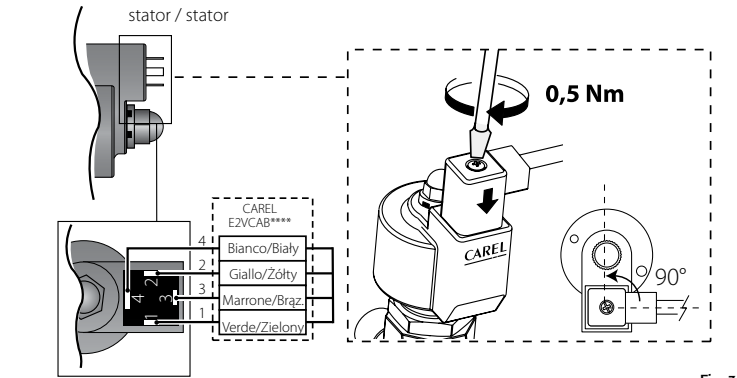

Fig. 3
4. podłączyć wstępnie okablowane złącze do gniazda w silniku krokowym i dokręcić śrubę (moment dokręcania 0,5 Nm) zgodnie z instrukcjami na rys. 3. podłączyć czteropinową końcówkę kabla do odpowiednich zacisków sterownika EVD*** firmy CAREL lub sterownika zatwierdzonego przez CAREL i ustawić parametry zgodnie z poniższą tabelą.
4. connect the pre-wired connector to the socket on the stepper motor and tighten the screw tightening torque 0,5 Nm following the instructions in Fig. 3. Connect the four-pin end of the cable to the corresponding terminals on the CAREL EVD*** driver or approved CAREL controller and set the parameters as shown in the table below.
- Raccorder le connecteur déjà câblé au moteur pas à pas dans le logement correspondant et serrer la vis avec un couple de 0,5 Nm en suivant les indications de la Fig. 3. Connecter ensuite l'extrémité quadripolaire du câble aux bornes correspondantes du Driver CAREL EVD*** ou du régulateur homologué CAREL et configurer les paramètres selon la valeur reprise au tableau ci-dessous.
- Den vorverdrahteten Steckverbinder in den Schrittmotor einfügen und die Schraube nach den Anleitungen der Fig. 3 mit rund 0,5 Nm Drehmoment festschrauben. Das Vierleiterkabelende an die entsprechenden Klemmen des CAREL-Treibers EVD*** oder an eine andere zugelassene CAREL-Steuerung anschließen und die Parameter gemäß Parameter-Set der nachstehenden Tabelle einstellen.